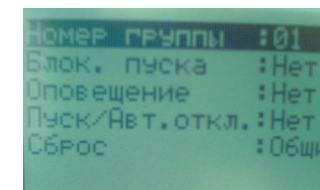

Рис.18
7.4.7. Подменю «Настроить группы» (рис.18) назначено для включения или отключения обобщения режима зоны на все зоны, входящие в группу.